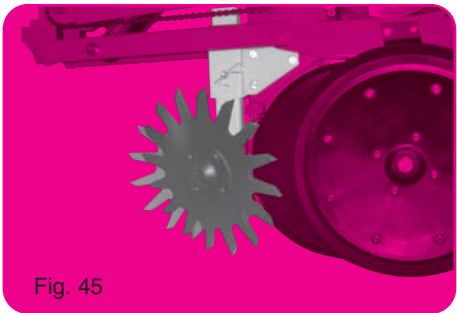

Fig. 45
- Chasse débris rotatif (fig. 45).
- Trash wheel (fig. 45).
- Überrestenräumer NG Plus (fig. 45)